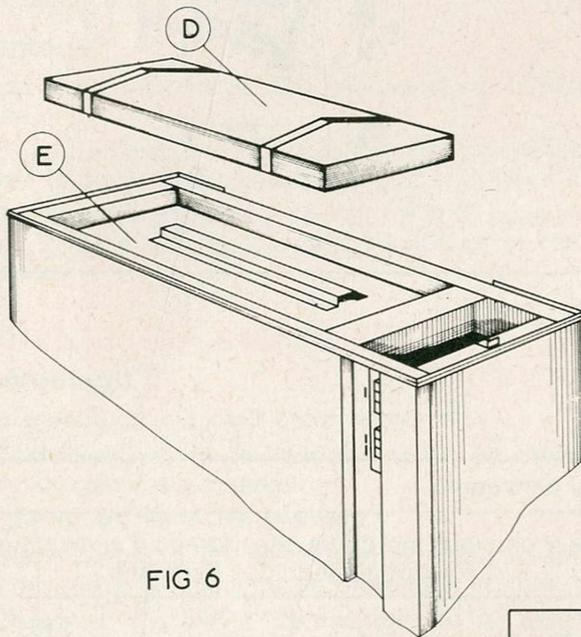

FIG 6
- Sortir le tampon de laine de roche (rep. D fig. 6)
- Sortir le couvercle de la cuve inox (rep. E fig. 6)